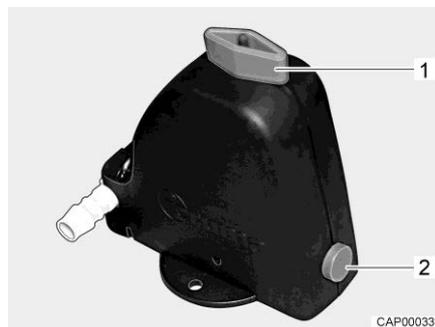

Fig. 261 Válvula de seguridad/purga (Truma)
- Abrir la válvula de seguridad/purga (Truma). Para ello, girar el botón giratorio (Fig. 261,1) a la posición longitudinal en referencia a la válvula de seguridad/purga. El botón (Fig. 261,2) salta hacia fuera.